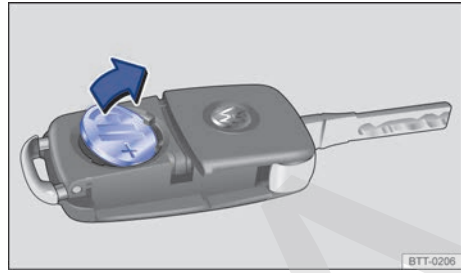

Fig. 27 Llave del vehículo con mando a distancia: retire la pila.
- Retirar la batería de su alojamiento con una herramienta adecuada ⇒ fig. 27.
- Colocar la nueva batería según lo indicado ⇒ fig. 27 y presionar en sentido contrario al de la flecha hacia dentro del alojamiento de la batería ⇒ .